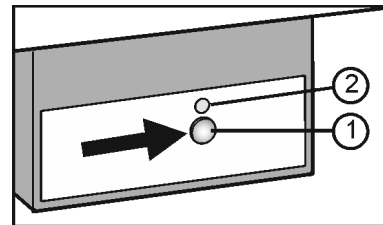

Fig. 6
- ▶ Appuyer sur la touche On/Off Fig. 6 (1) afin que la DEL Fig. 6 (2) s'allume.